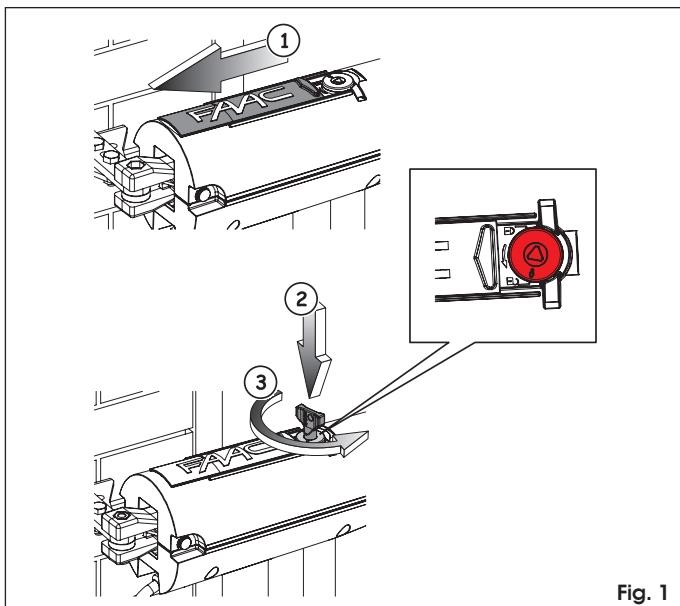

Fig. 1
2. Faire coulisser le capuchon de protection, figure 1, réf. ①.
3. Introduire la clé de déverrouillage fournie, figure 1 réf. ②, et la tourner en sens inverse horaire jusqu'à son arrêt, figure 1 réf. ③. La position de déverrouillage est signalée par un cadenas ouvert.